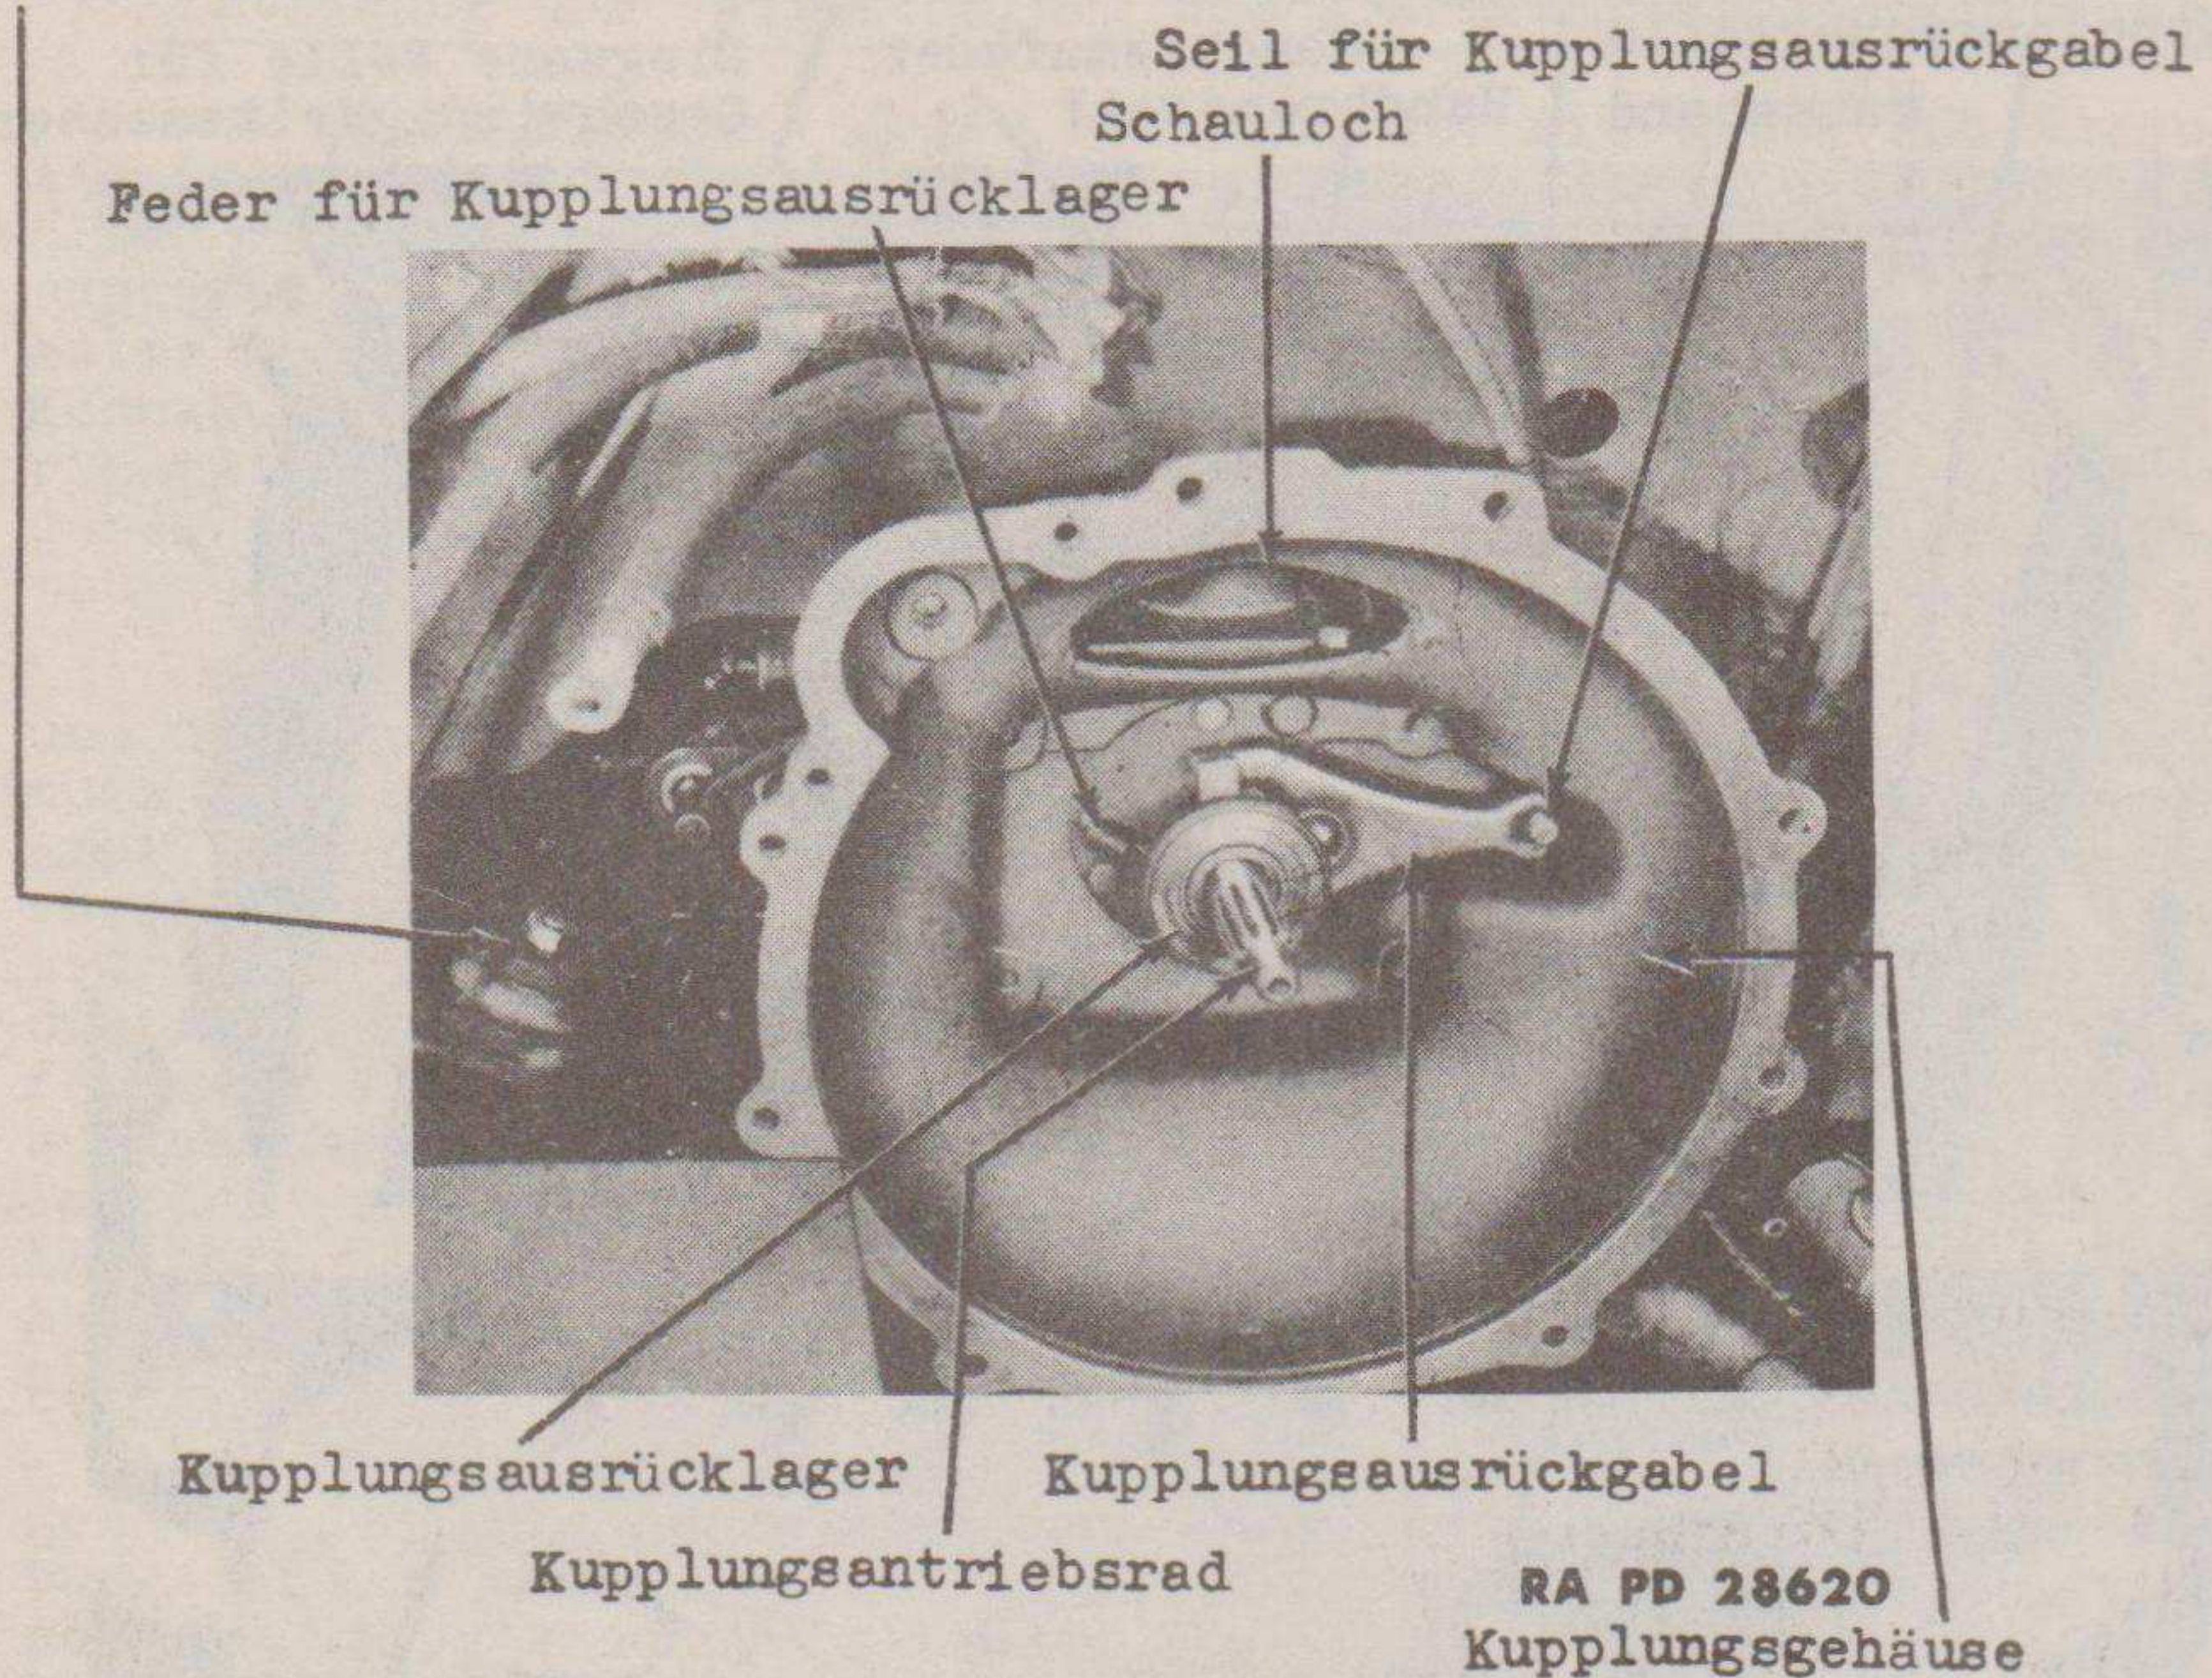

Abb. 7 - Kupplungsausrückgabel
g. Baue die Kupplungsausrückgabel aus (Abb. 7). Nimm durch das Schauloch des Kupplungsgehäuses das Kupplungsseil von der Kupplungsausrückgabel, und nimm die Kupplungsausrückgabel aus dem Kupplungsgehäuse heraus.